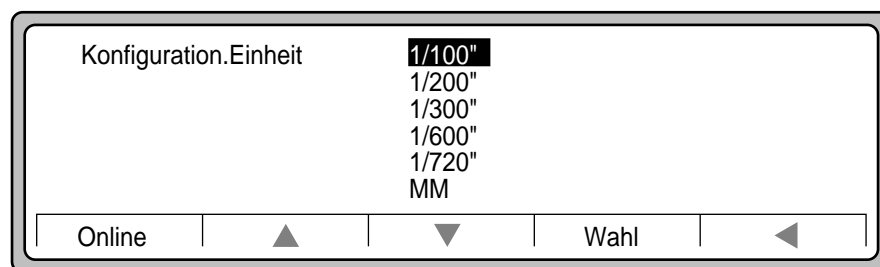

Abbildung 3-20 Hervorheben der Auswahl 1/100 Zoll
11. In unserem Beispiel ist die Auswahl „1/100 Zoll“ hervorgehoben (Abbildung 3-20).
12. Drücken Sie „Wahl“. Abbildung 3-20 wird angezeigt.